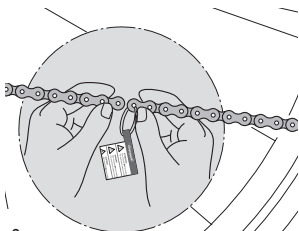

Fig.2
**IMPORTANT!** Suivez les opérations ci-après et coupez les maillons en trop du côté opposé au côté du maillon externe ayant un collier en plastique et une étiquette adhésive "Warning!" (Fig. 2).